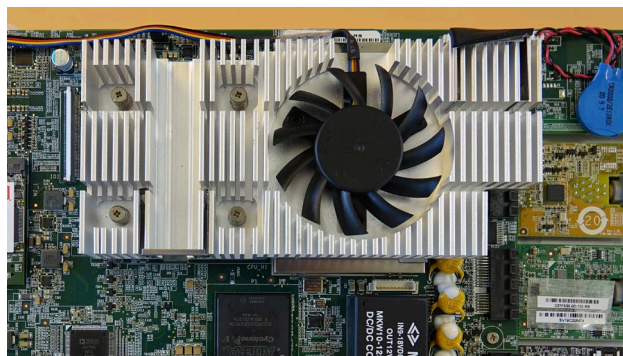

Figure 30 - Installation du ventilateur
- e) **Installer le nouveau ventilateur en orientant le câble vers le bord supérieur de l'écran (Figure 30)**